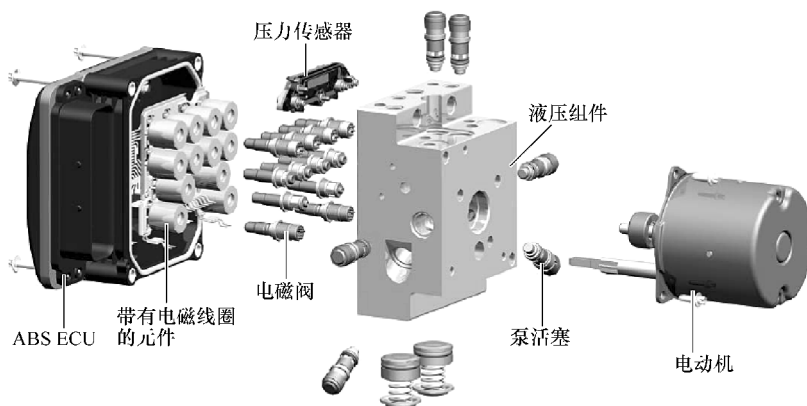

图 8-4 分解电磁阀
- 2) 将压力调节器与 ABS ECU 拆开并将其分解，如图 8-4 所示。